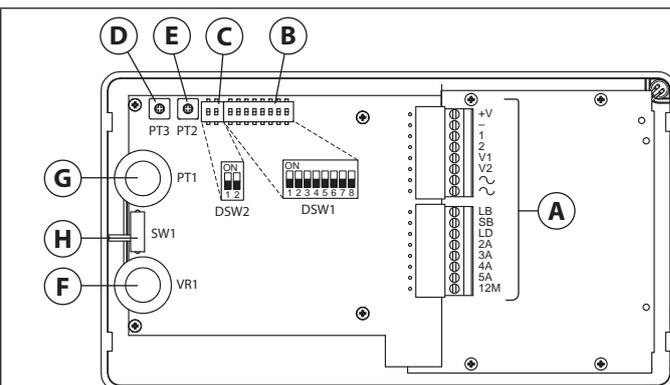

Fig. 2
2. Tirare verso l'esterno la parte sinistra del coperchio come mostrato in Fig. 2. **Non tirare il coperchio in direzione dritta.**